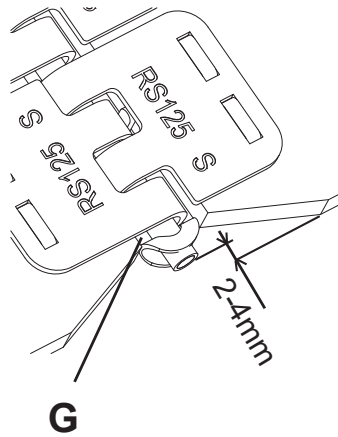

Fig. 7
- Klem skiven slik som vist på **Fig. 7**